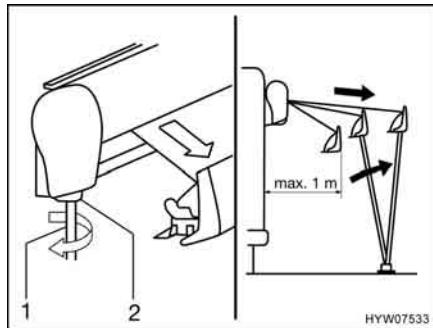

Fig. 13 Estrazione della tenda
- Inserire la manovella (Fig. 13,1) nel supporto a baionetta (Fig. 13,2) della tenda e girarla in senso antiorario.